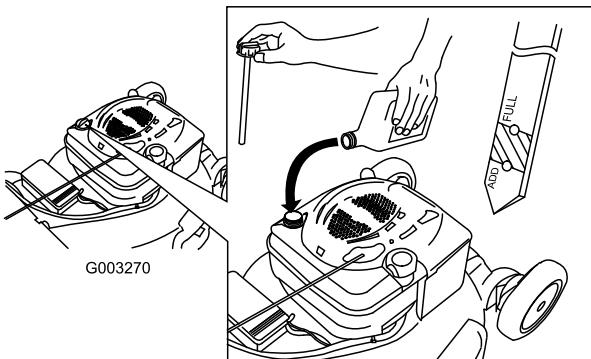

Figura 44
4. Versate lentamente l'olio nel tubo di riempimento finché non raggiunge il segno di pieno sull'asta (Figura 44). **Non riempite troppo.** (Riempimento massimo: 0,59 litri, tipo: olio detergente SAE 30 con service classification API SF, SG, SH, SJ, SL o superiore.)